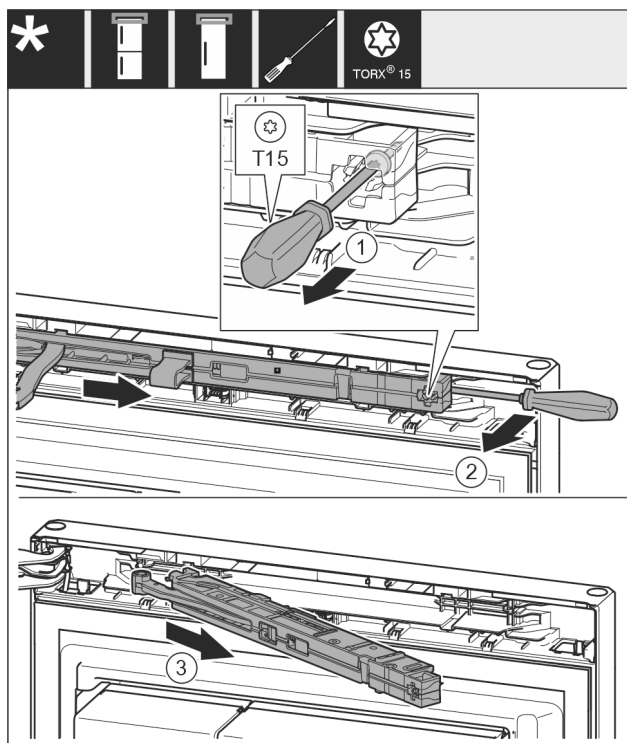

Fig. 11
- Šroub Fig. 11 (1) na jednotce tlumiče zavírání povolte šroubovákem 14 mm.
- Vypačte jednotku tlumiče zavírání Fig. 11 (2) na straně madla šroubovákem dopředu.
- Vytáhněte jednotku tlumiče zavírání Fig. 11 (3).